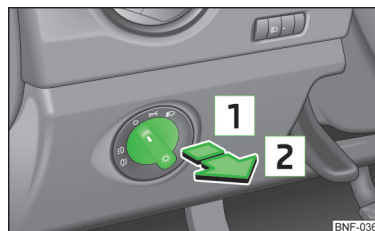

Fig. 36
- Drej lyskontakten » Fig. 36 til positionen  eller .
- Drej lyskontakten » Fig. 36 på side 47 til positionen  eller .
➤ Drej lyskontakten » Fig. 36 på side 47 til position **↔**, og lås bilen.